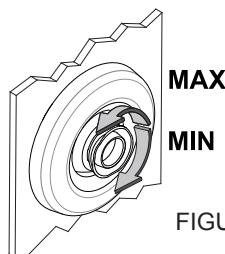

FIGURA 3
- Asegúrese de que las bocas están abiertas; en caso contrario, gire en sentido antihorario el difusor (véase la figura 3).